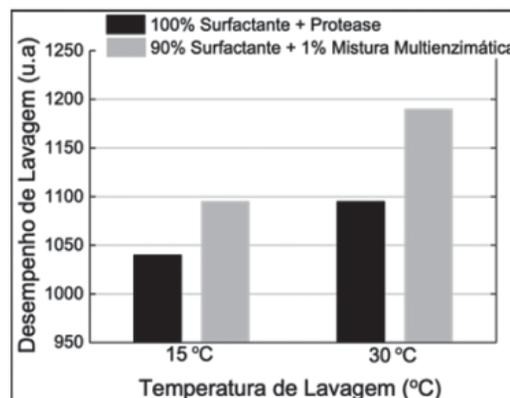
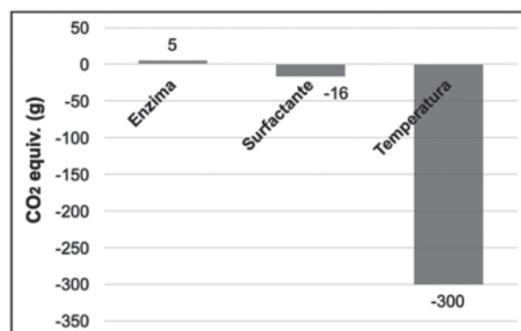

Figura 1
Figura 2
22. Unicamp-SP 2020 Uma pesquisa comparou o desempenho de lavagem (Figura 1) de duas diferentes formulações de sabão líquido em diferentes temperaturas. Esse estudo comparou um sabão convencional, que contém apenas protease, com outro em que 10% do surfactante foi substituído por 1% de uma mistura multienzimática de protease, lipase e amilase. A Figura 2 resume a diferença entre os dois tipos de sabão quanto ao impacto ambiental por lavagem: a barra “Enzima” refere-se ao impacto na produção das enzimas; a barra “Surfactante” refere-se ao impacto decorrente do menor uso de surfactante convencional na formulação multienzimática para se obter o mesmo